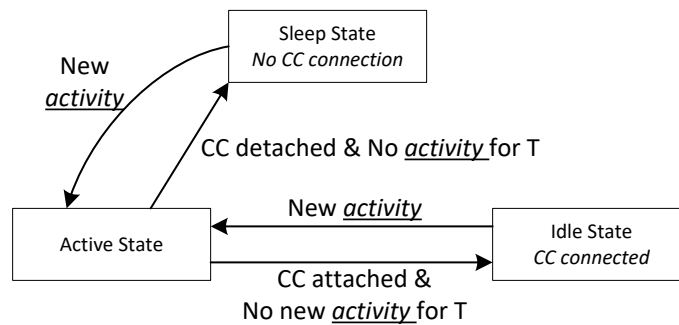

图 8-26. 电源状态的流程图
TPS25730A 可在三种不同的电源状态之一下运行：工作、空闲或睡眠。现代待机模式是空闲模式的一个特殊情况。表 8-10 中总结了每个状态下可用的功能。该器件会根据处于运行状态和需要的电路在三种电源状态之间自动转换。请参阅图 8-26。在睡眠状态下，TPS25730A 会检测 Type-C 连接。在工作模式与空闲模式之间转换需要一段时间 (T)，而不执行以下任何活动：